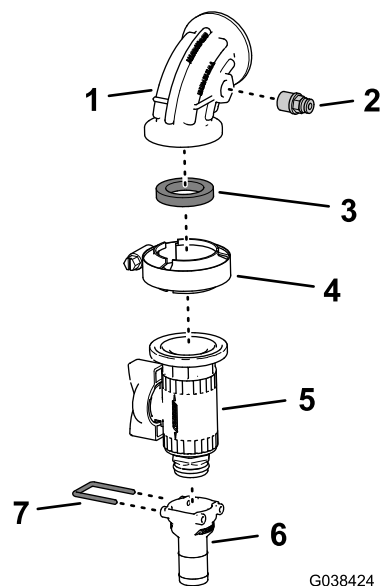

Figura 88
3. Retire la horquilla de retención que sujeta el acoplamiento dentado recto ($\frac{3}{4}$ ") a la válvula de cierre, y retire el acoplamiento dentado (Figura 88).
4. Conecte el acoplamiento de tubo que retiró en el paso 2 al orificio de presión del codo de 90° (Figura 88).
5. Monte la válvula de cierre bridada en el codo de 90° (con orificio de presión) y la junta (1" x $1\frac{3}{8}$ ") con la brida de fijación (40–64 mm), según se muestra en Figura 88.